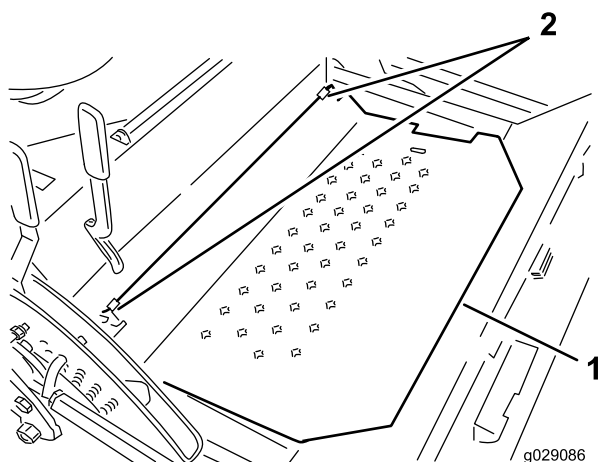

図 34
6. ピボットピンを使ってシートプレートをフレームに接続する 図 34。